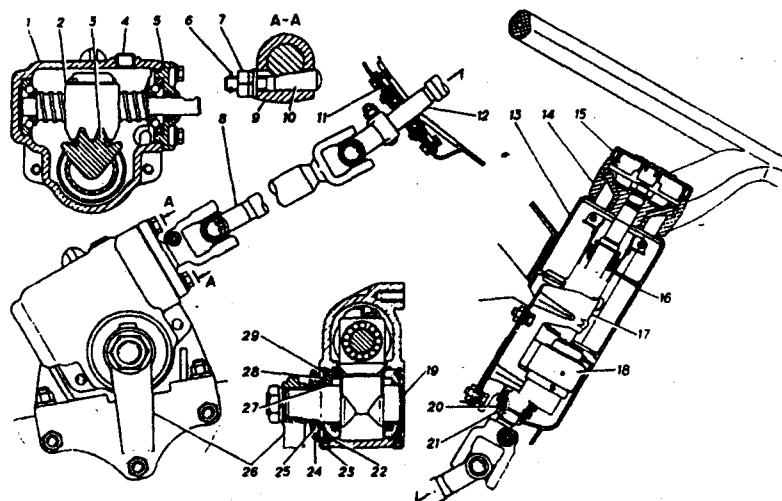

Рис. 79. Рулевое управление
Рулевое управление автомобиля состоит из рулевого механизма, карданного вала, рулевой колонки с рулевым колесом и рулевых тяг. Устройство рулевого механизма показано на рис. 79.
1. Вынуть шплинт 6 (рис. 79) и отвернуть гайку 7 клина на рулевом механизме, выбить клин 10, исключив его деформацию, и снять вилку 9 с вала.
1. Слить масло из картера рулевого механизма через заливную пробку 4 (рис. 79).
1. Отсоединить сошку 26 (рис. 79) и вилку вала 9 руля.
- вынуть две пробки 23 (рис. 79) на картере в районе вала-сектора;